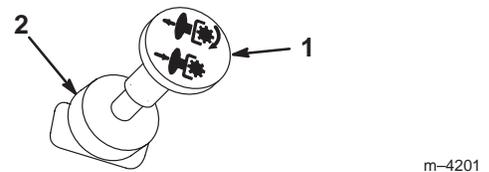

Figure 8
3. Tirez sur la commande de PDF pour engager la PDF (Fig. 8).
Poussez la commande de PDF en position Désengagée (Fig. 8).